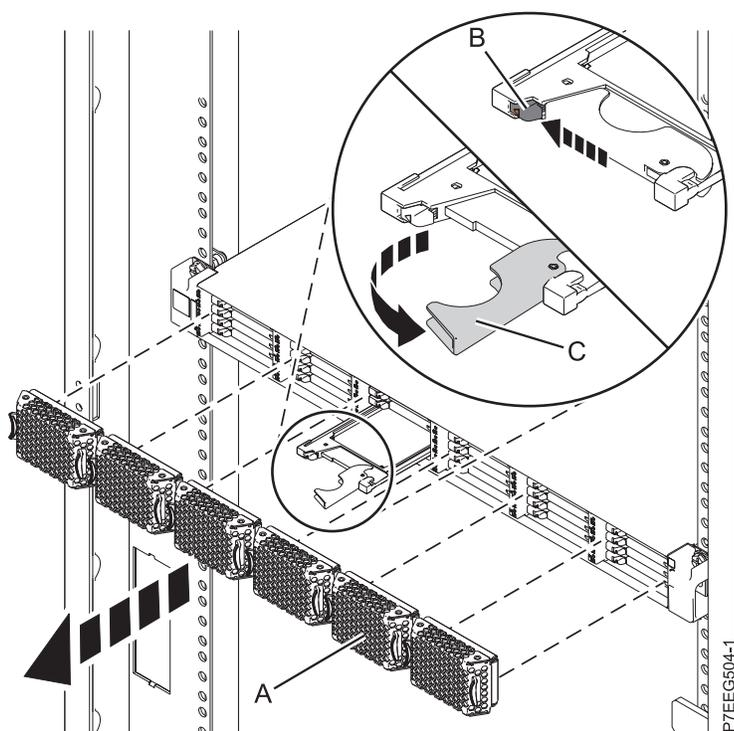

Figure 22. Retrait de l'unité SSD du Boîtier de stockage PCIe 58/88
- Retirez le panneau (A) qui couvre l'emplacement contenant l'unité SSD.
- Poussez doucement le taquet de déverrouillage (B) pour déverrouiller la poignée de l'unité. Voir figure 22, à la page 38.